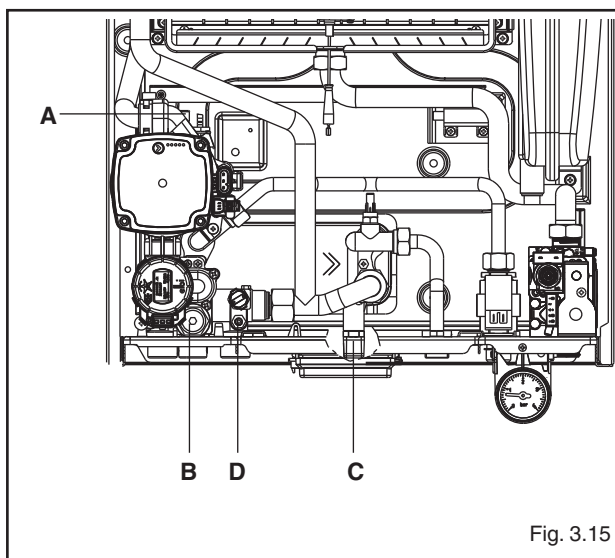
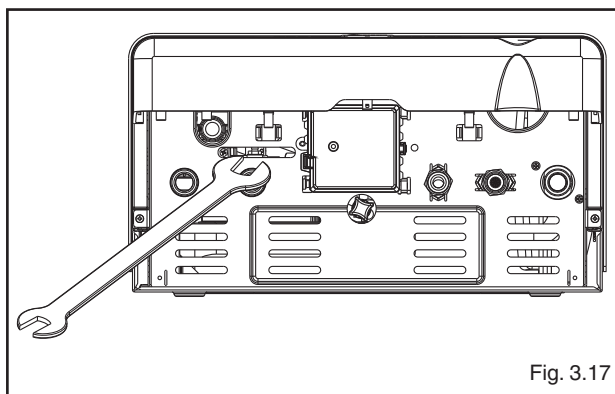

Fig. 3.15
Fig. 3.17
Per i riferimenti ai vari componenti consultare il disegno raffigurato in fig. 3.15.
- allentare la valvola di scarico caldaia (D, fig. 3.15) attraverso l'apertura posta sul fondo della caldaia (fig. 3.17)